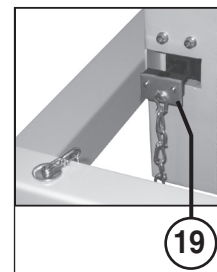

Fig. 3
- 19 = Bloqueio do interruptor final (fig. 3)